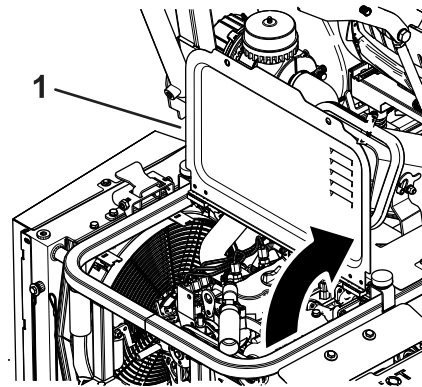

Bild 51
2. Entfernen Sie die Befestigungen und heben Sie die Abdeckung an, um an den Motor zu gelangen (Bild 51).